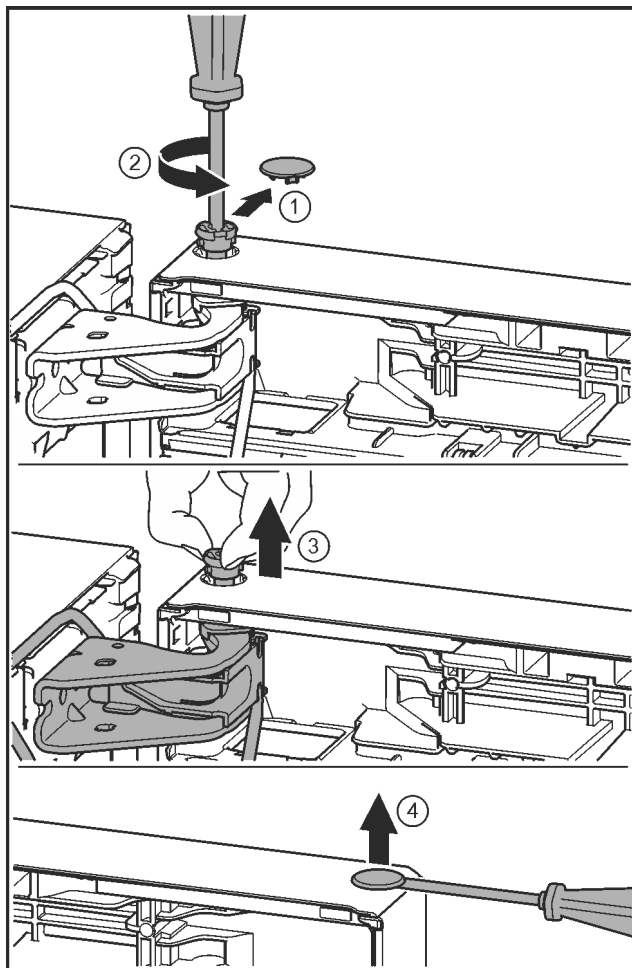

Fig. 26
- ▶ Opatrne vytiahnite poisťný kryt. Fig. 26 (1)
- ▶ Skrutkovačom T15 trochu vyskrutkujte čap. Fig. 26 (2)
- ▶ Pevne držte dvere a čap vytiahnite prstami. Fig. 26 (3)
- ▶ Plochým skrutkovačom opatrne nadvihnite a vyberte zátku z puzdra ložiska dverí. Fig. 26 (4)